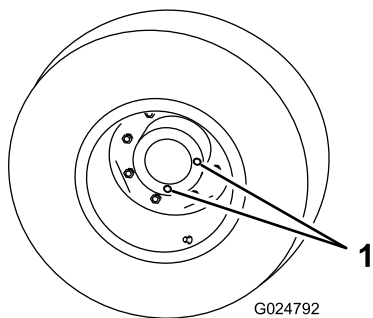

Figura 67
2. Posizionate una ruota in modo che uno dei tappi di controllo si trovi alla posizione inferiore (a ore 6) (Figura 67).